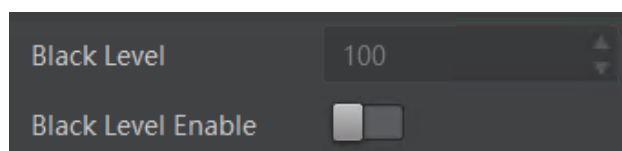

图12-1 黑电平设置
2. 在 *Black Level* 参数中输入需要设置的数值，如图 12-1 所示。